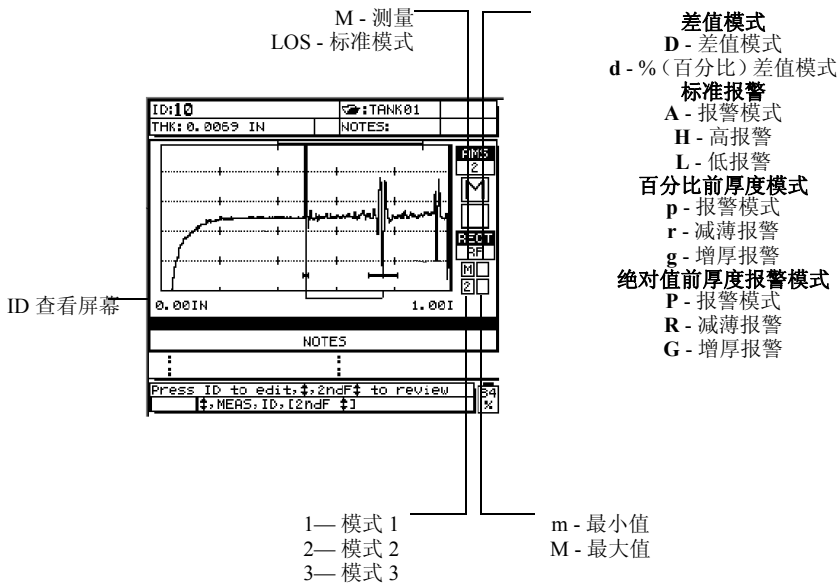

图 6-41 查看 ID 模式的识别
- 与状态标志一同存储的波形 (如有) (详见第 161 页的图 6-41)
数据记录器标记: 在波形显示区的右上角有四个小框, 专门预留用于显示所存储的厚度值的状态标记。这些标记与用 **Sending** 指令传输数据时所使用的单个字的缩写字符相同 (参见第 173 页的 7. 章)。每个框中标记的定义见第 161 页的图 6-41 中的说明。
Review (查看) 模式下, 视窗中部所显示的为 **ID Review** (ID 查看)。见第 161 页的图 6-41 中示例